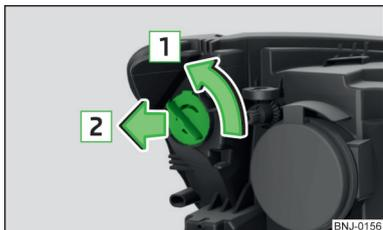

Fig. 211
- › Rodar o casquilho com a lâmpada incandescente no sentido da seta **1** » Fig. 211.